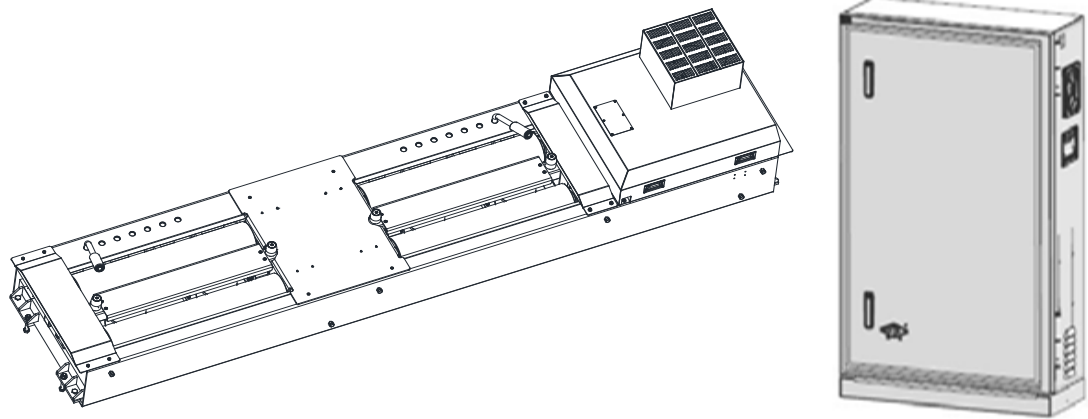

图 2.1
如图 2.1 所示，底盘测功机 (216) 主要由台架和控制柜两部分组成。